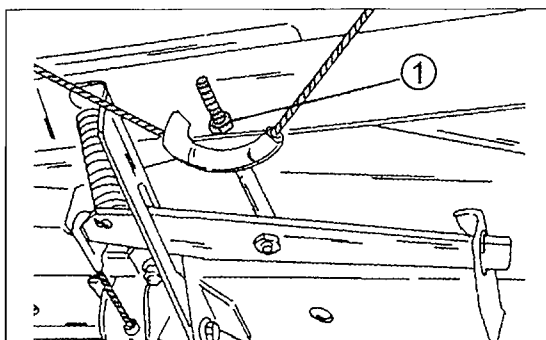

Bild 307
- Die Mutter (1) in Bild 307 in der Mitte des Handbremsausgleichhebels anziehen, bis die Bremsbacken die Trommeln festzustellen beginnen. Die Kontermutter der Einstellmutter in dieser Stellung anziehen.